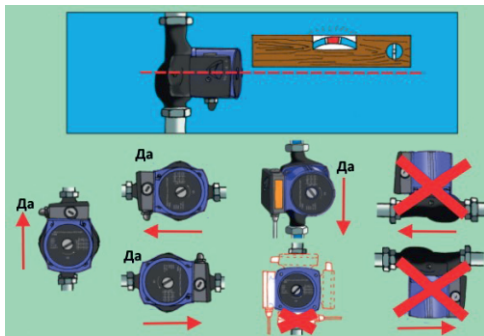

Рис. 4 Допустимые положения насоса при монтаже.
- Насос должен быть установлен горизонтально (вал электродвигателя монтируется в горизонтальной плоскости) (см. допустимые монтажные положения рис. 4).